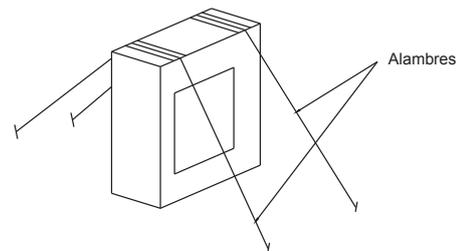

Fig.7.4
1. Fije la unidad con sogas para evitar que se de vuelta en caso de vientos muy fuertes (Fig 7.4)